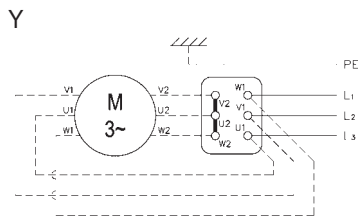
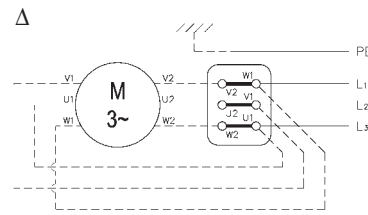

Рисунок 4
Рисунок 5
- Для трехфазной модели после подключения к зажимной коробке токопроводящего кабеля звездой (Рис. 4) или треугольником (Рис. 5) проверьте, смотря на электронасос со стороны двигателя, что вентилятор вращается по часовой стрелке. В противном случае (т. е. при вращении против часовой стрелки) поменяйте местами два из трех проводов на монтажной колодке двигателя.